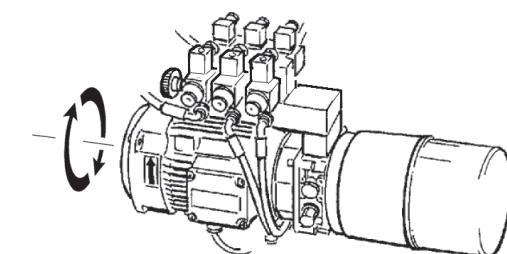

fig.19
- » Effettuato il collegamento, e con la macchina inserita, verificare il corretto senso di rotazione: la direzione di rotazione deve corrispondere a quella indicata dalla freccia sul motore della centralina (v. fig.19).
- » When the machine is connected, switch it on and check the correct direction of rotation: this should be as shown by the arrow on the motor unit (see fig. 19).
- » Après avoir branché, et avec l'appareil enfoncé, vérifier le correct sens de rotation: le sens de rotation doit correspondre à celui indiqué par la flèche sur le moteur du coffre (v. fig. 19).
- » Nach Beendigung der Anschlußope rationen und bei laufendem Gerät die richtige Drehrichtung überprüfen: die Drehrichtung muß der mit einem Pfeil auf dem Motorkörper angegebenen entspre-chen (Abb. 19).
- » Efectuada la conexión y manteniendo la máquina conectada, comprobar que el sentido de rotación sea correcto: debería corresponder al sentido indicado por la flecha colocada sobre el motor de la central (véase Fig. 19).